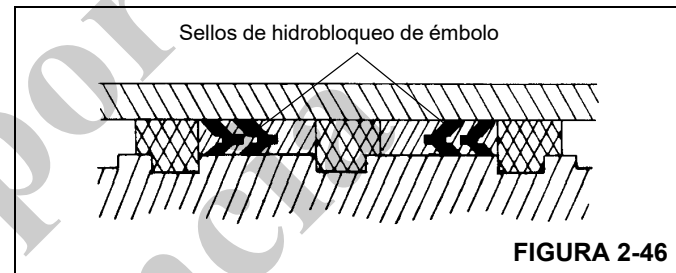

FIGURA 2-46
19. Instale los sellos de hidrobloqueo en el émbolo. Consulte la Figura 2-46 para la orientación correcta de los sellos.